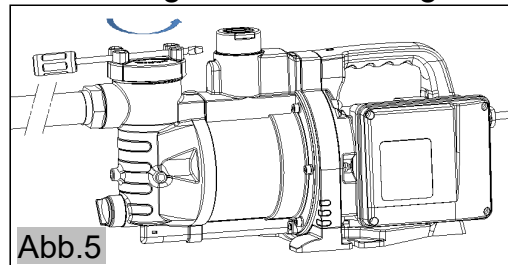

Abb.5
1. Öffnen Sie den Filterdeckel durch Drehen entgegen dem Uhrzeigersinn (UZS). Falls nötig können Sie ein geeignetes Werkzeug (z.B. einen Zollstock oder einen Schraubenzieher) in die Mittelnut des Filterdeckels legen und als Hebel benutzen (Abb.5).